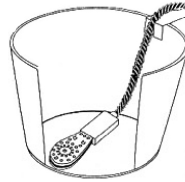

Figura 1
1. Pase el cable de alimentación por la fijación, como se ilustra en la Figura 1.